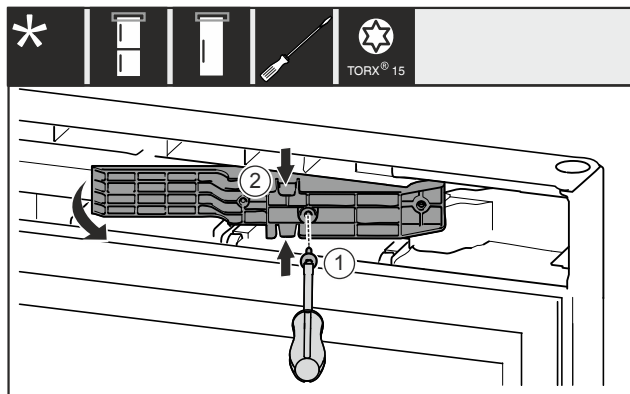

Fig. 12 *
- ▶ Îndepărtați șurubul Fig. 12 (1)*
- ▶ Comprimați ușor partea de sus și de jos și extrageți adaptorul Fig. 12 (2)*